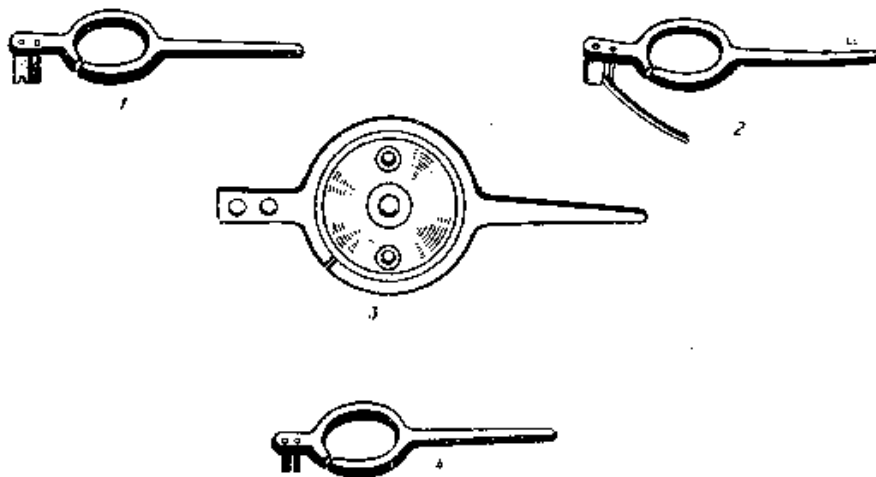

Рис. 11. Градусники:
**Градусник.** Для регулирования хода часы снабжены градусником (рис. 11), укрепленным на мосту баланса верхней накладкой и вращающимся вокруг накладки. Изменяя длину волоска, он регулирует период колебаний баланса. Для фрикционного передвижения градусника последний снабжен прорезью. В наружный выступ его вмонтирован замок из латуни (сапожок) со штифтом для часов с плоским волоском или двумя штифтами для часов, в которых наружный полувиток волоска поднят над его плоскостью (волосок Бреге). Штифты градусника взаимодействуют с наружным витком волоска.